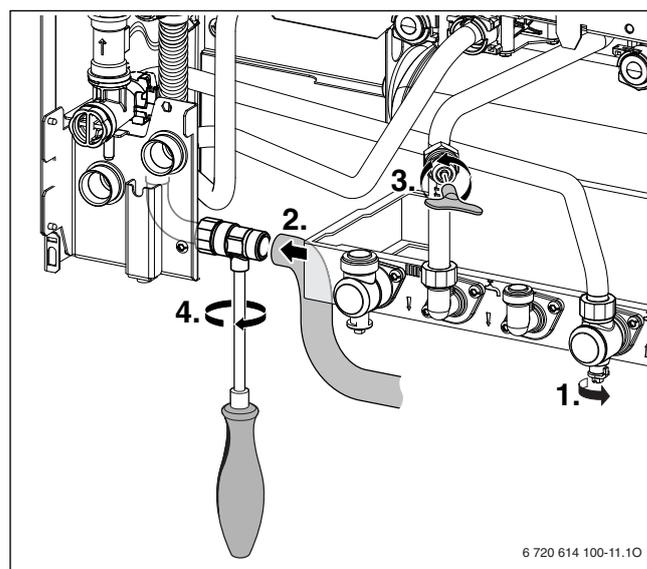

Fig. 60
- Chiusure il rubinetto dell'acqua fredda (oppure 1 fig. 60).
- Collegare una tubazione al rubinetto di scarico del serbatoio (vedere 48 fig. 4 oppure 2 fig. 60)
- Aprire il rubinetto di spurgo aria (vedere 61 fig. 4 oppure 3 fig. 60)
- Aprire il rubinetto di scarico del serbatoio (vedere 49 fig. 4 oppure 4 fig. 60)